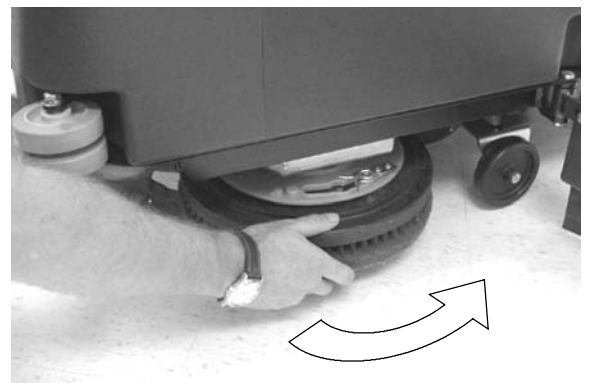

FIG. 10
6. Fixez la brosse ou les systèmes d'entraînement des patins sur le moyeu du moteur. Mettez les (3) ergots en face des fentes du moyeu du moteur. Faites faire un tour rapide au système d'entraînement en direction de l'attache à ressort qui se trouve sur le moyeu du moteur. Vérifiez si le système d'entraînement du patin est bien fixé et si l'attache à ressort est bloquée dans un des ergots du système d'entraînement avant d'utiliser la machine (Figure 10).